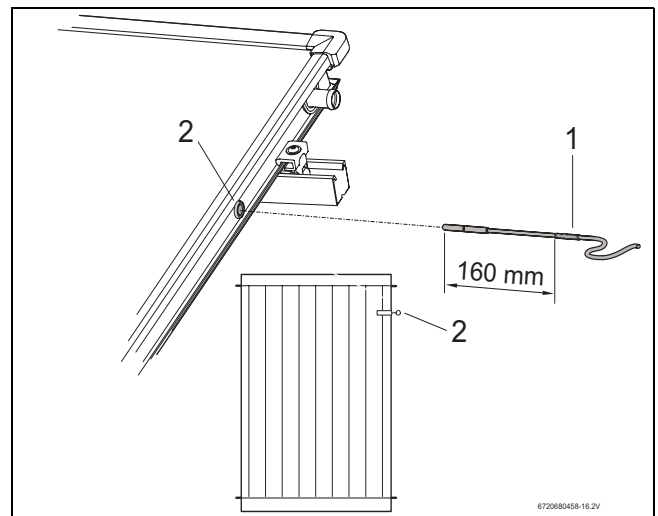

Bild 46 Kollektorfühler in den Kollektor schieben
Für die einwandfreie Funktionstüchtigkeit der Solaranlage muss der Kollektorfühler (Bild 46, [1]) bis zum Anschlag (entspricht ca. 160 mm) in das Fühlerleitrohr eingeschoben werden.
- ▶ Mit dem Kollektorfühler oder Schraubendreher die Dichtungsschicht der Fühlerdurchführung (Bild 46, [2]) durchstoßen.